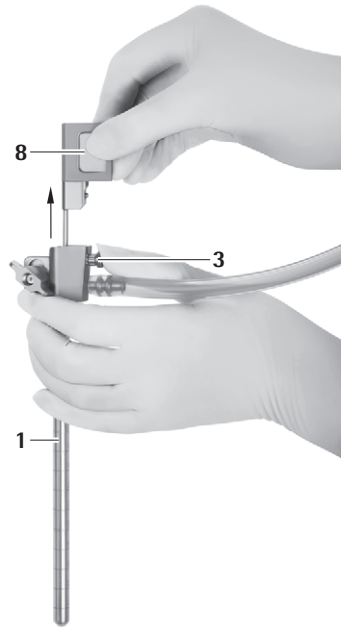

Abb. 10
- ▶ Entriegelungsknopf **3** drücken und Obturator für Optikkanal **8** vorsichtig aus MINOP InVent-Trokar **1** herausziehen, siehe Abb. 10.